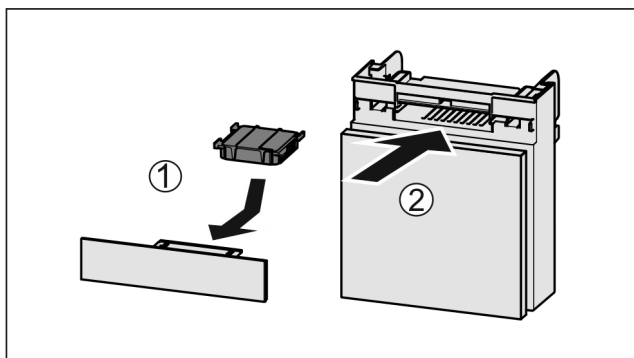

Fig. 132
- Aktivkohlefilter nach Abbildung einsetzen Fig. 132 (1).
- Fach einschieben Fig. 132 (2).